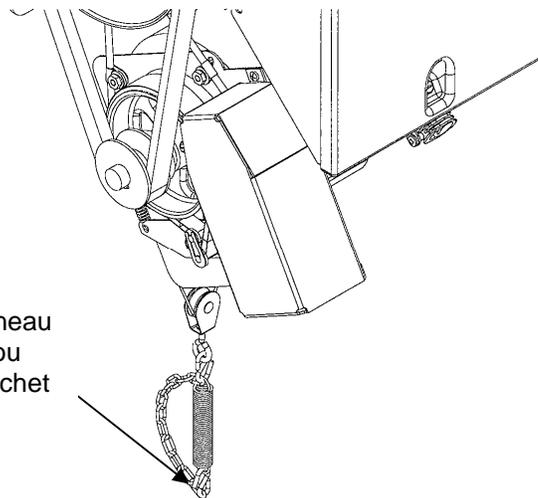

Figure 11A Installation de la chaîne de déconnexion
5. **Chaîne de déconnexion:** Attacher une extrémité de la chaîne de déconnexion à l'anneau ou au crochet situé, à l'extrémité du câble de déconnexion (Figure 11A)